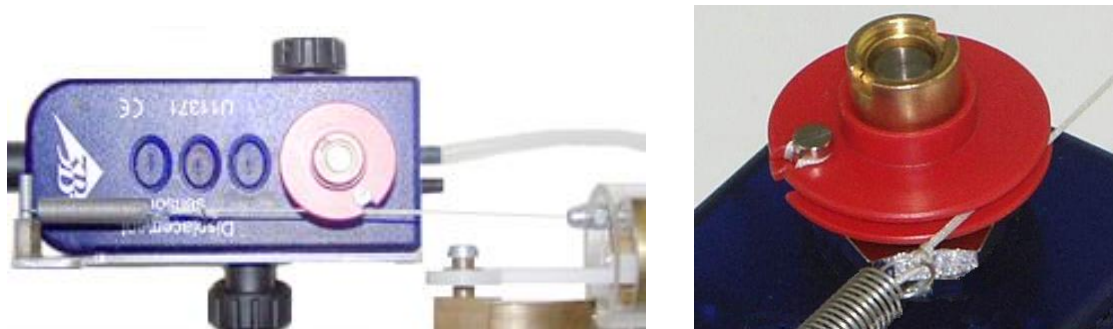

Fig. 2 Montaggio del filo sulla puleggia del rilevatore di corsa
- Avvolgere il filo intorno alla puleggia del rilevatore di corsa come mostrato nella Fig. 2.